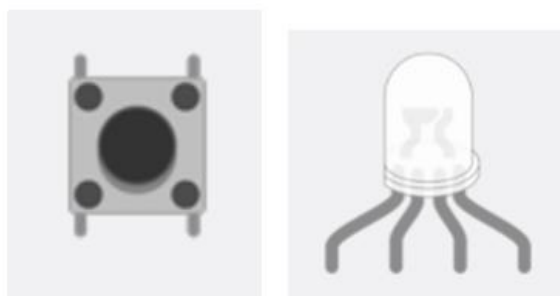

Рис. 1.17 Зображення кнопки та RGB-світлодіода
**Індивідуальне завдання** – підключити *RGB-світлодіод* та *кнопку* (рис. 1.17) до плати Arduino UNO. Розробити програмний код для Arduino UNO в ході роботи якого колір випромінюваного світла *RGB-світлодіода* буде змінюватись від натиску *кнопки* за кольорами та часом увімкнення, які вказані в таблиці 1.